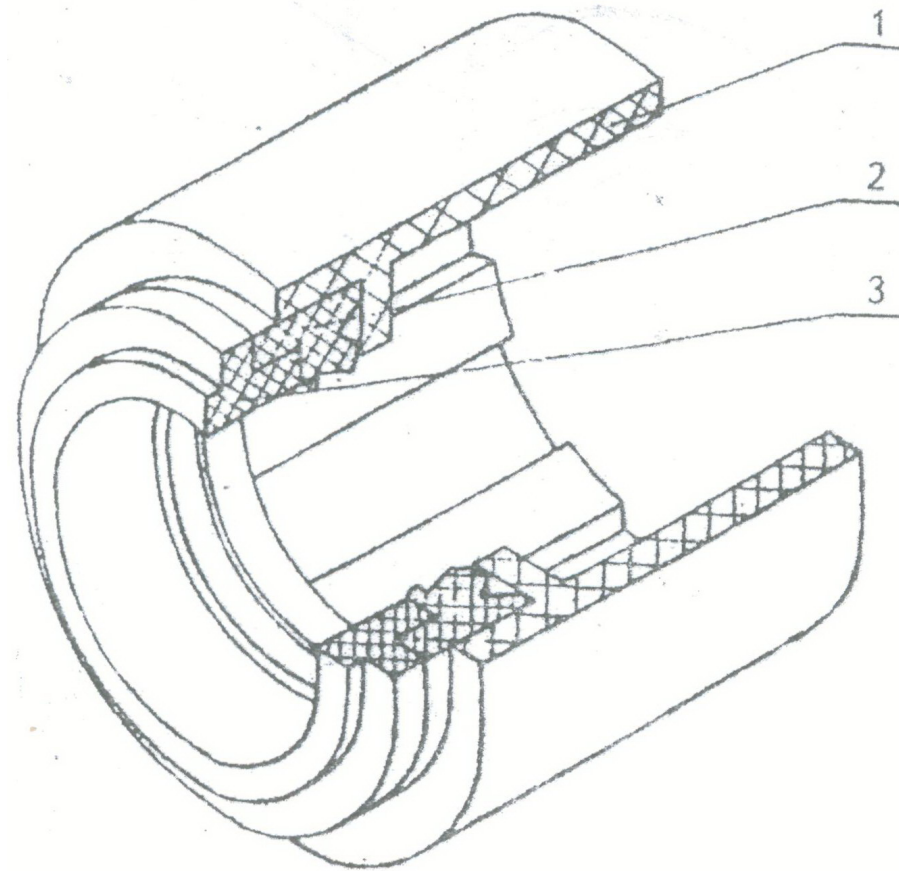

Рис. 4 - Уплотнитель наконечника
- Разобрать уплотнитель, сняв кольцо 3 и манжету 2 (рис. 4).